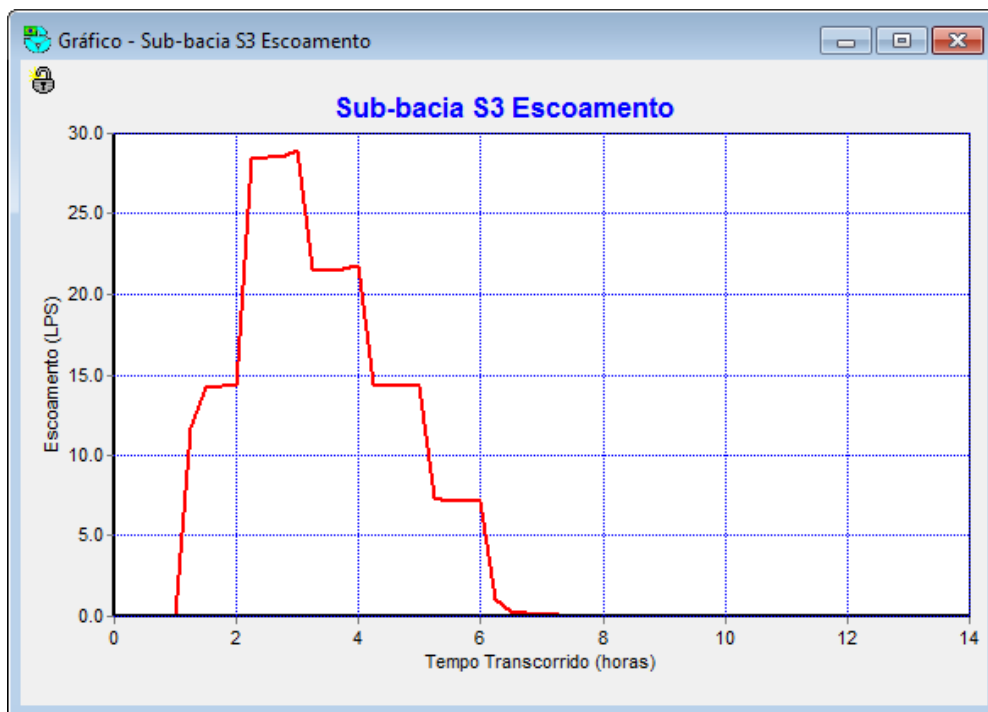

Figura 9.1 - Gráfico de série temporal
- > Série Temporal (ver Figura 9.1)